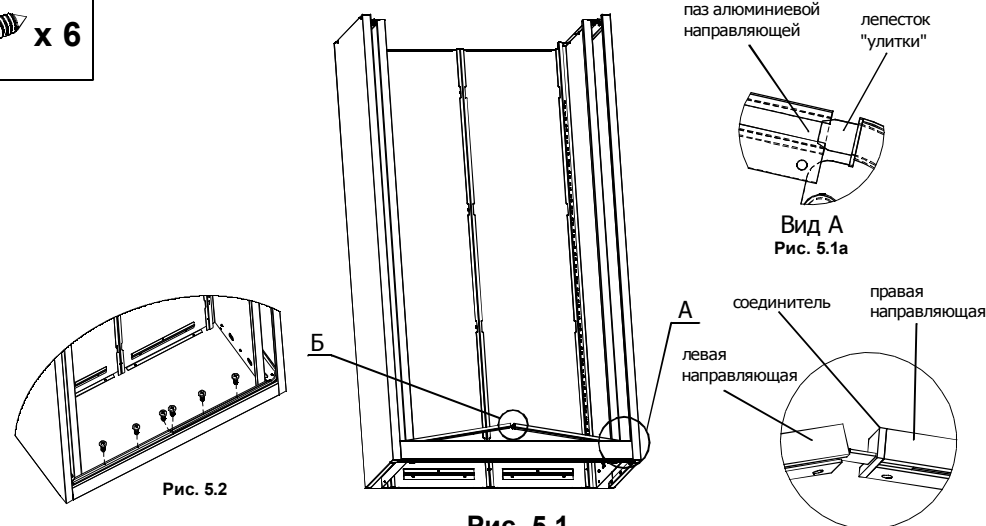

Рис. 5.1
1. Возьмите алюминиевую направляющую, правый торец ее заведите так, чтобы лепесток "улитки" в боковой стенке вошел в паз алюминиевой направляющей. (См. Рис.5.1а)